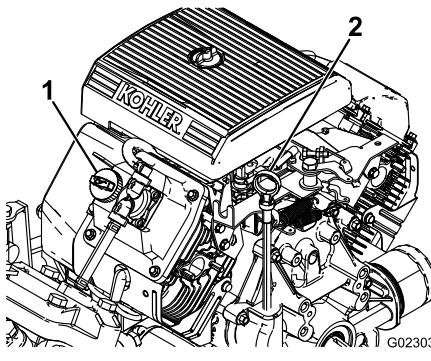

Рисунок 42
2. Выньте масломерный щуп и протрите его чистой ветошью (Рисунок 42). Вставьте масломерный щуп в трубку и убедитесь, что он вставлен до упора. Выньте щуп и проверьте уровень масла.
3. Если уровень масла низкий, снимите крышку заливной горловины с крышки клапана (Рисунок 42) и залейте масло в отверстие до отметки Full (Полный) на щупе. Медленно заливайте масло и во время этого процесса часто проверяйте уровень. Не допускайте переполнения.
8. Медленно залейте примерно 80% указанного количества масла в маслозаливную горловину (Рисунок 42).